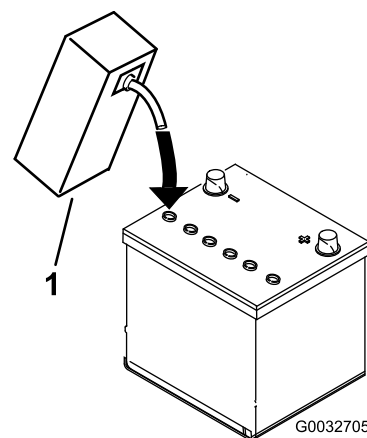

Figura 7
3. Riempite con cautela ciascun elemento di elettrolito finché le piastre non sono coperte con circa 6 mm di fluido (Figura 7).
4. Attendete circa 20 o 30 minuti perché le piastre assorbano l'elettrolito. All'occorrenza rabboccate finché l'elettrolito non è a circa 6 mm dalla base della tazza di riempimento (Figura 7).